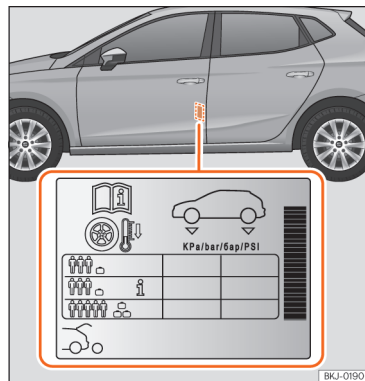

Fig. 181 Localização do autocolante da pressão de ar dos pneus.
- Adapte a pressão dos pneus à carga transportada pelo veículo »» Fig. 181.
Os valores da pressão de enchimento indicam-se na etiqueta autocolante situada na zona posterior da moldura da porta dianteira esquerda »» Fig. 181.
A pressão dos pneus tem de ser ajustada à carga momentânea do veículo. Se pretender utilizar o veículo com a carga máxima, terá de aumentar a pressão dos pneus para o valor máximo indicado na etiqueta »» Fig. 181.
No caso de uma roda de emergência mais estreita (125/70 R16 ou 125/70 R18), encher a 4,2 bar de pressão segundo indicado na etiqueta de pressão dos pneus »» Fig. 181.
Dependendo do veículo, pode adaptar-se a pressão de ar dos pneus para meia carga para aumentar o conforto de condução (pressão de ar dos pneus  »» Fig. 181). Quando se circula com a pressão de ar de conforto, o consumo de combustível pode aumentar ligeiramente.
- O condutor é responsável por garantir que todos os pneus do veículo estejam cheios com a pressão correta. A pressão de ar recomendada é indicada num autocolante »» Fig. 181.
- Com os pneus a frio, deverá manter-se sempre a pressão indicada no autocolante »» Fig. 181.